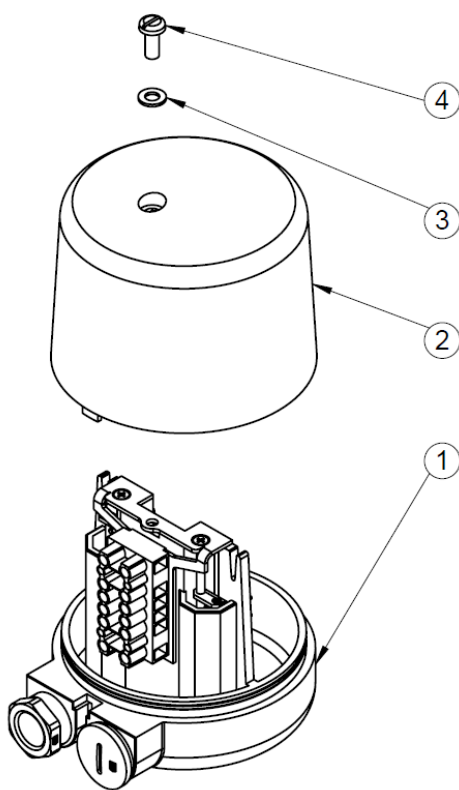

Abbildung 1 Explosionsdarstellung von Gehäuse und Haube
- Entfernen Sie die Schraube inkl. Unterlegscheibe und nehmen die Haube ab (siehe Pos. 2, 3 & 4 in Abbildung 1).